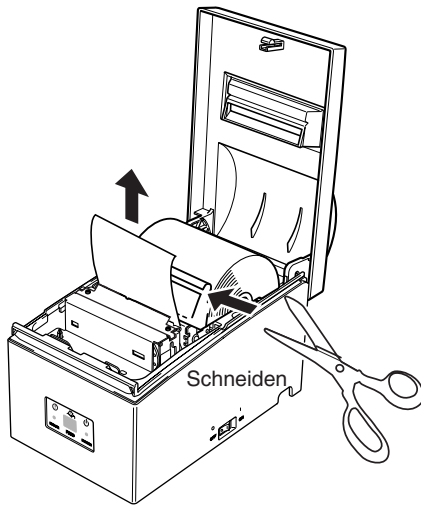

Abb. 5-16 Schneiden des Papiers
④ Schneiden Sie das Papier vor dem Papiereinzug wie in Abbildung 5-16 gezeigt.
⑤ Entfernen Sie das gestaute Papier und legen Sie die Papierrolle neu ein.